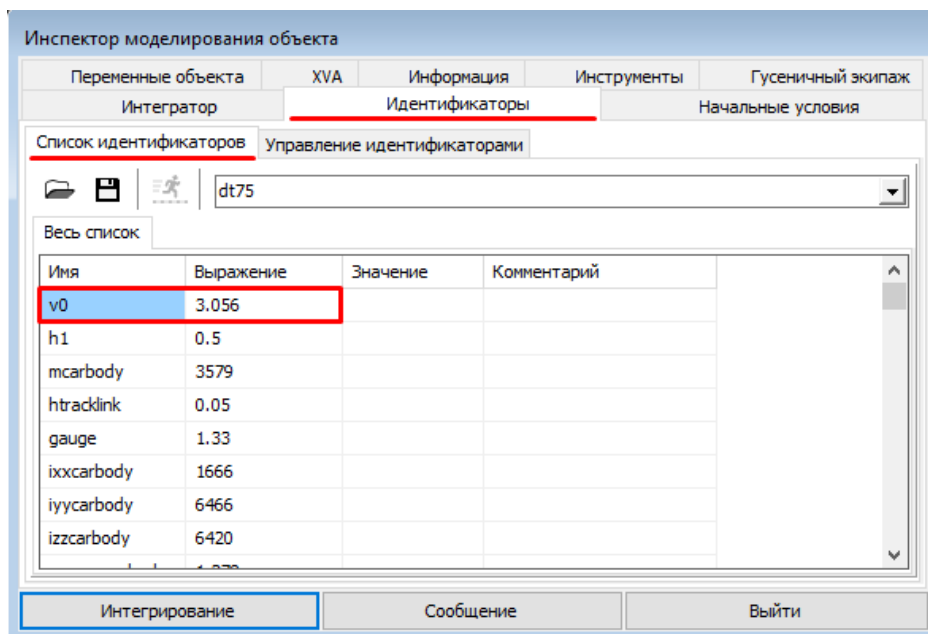
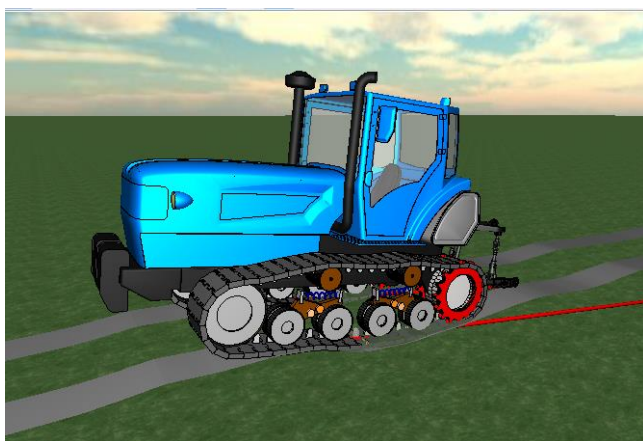
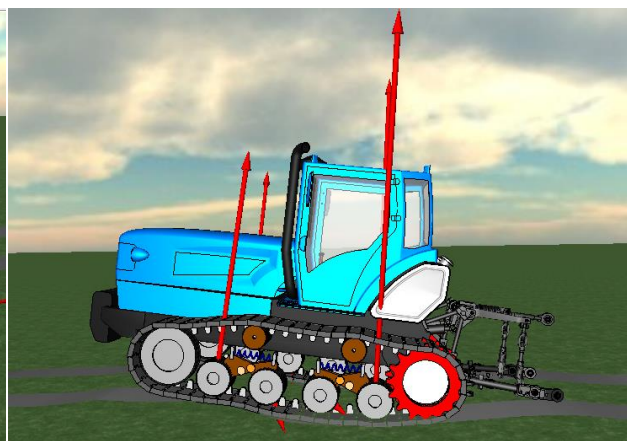

Рис. 10. Параметризация продольной скорости трактора
Рис. 16. Динамические нагрузки в шарнире между смежными звеньями при $t=4,91$ с
Рис. 17. Нормальные силы в опорных катках при $t=4,91$ с
2. В окне **Инспектора моделирования объекта** перейдите на вкладку **Идентификаторы | Список идентификаторов** (рис. 10). Здесь отображаются все параметры модели. Все величины заданы в системе СИ. Например, идентификатором **v0** задана продольная скорость трактора, равная **11 км/ч** (или **3,056 м/с**), см. рис. 10.
Теперь перейдем к процессу моделирования. В окне **Инспектора моделирования объекта** нажмите кнопку **Интегрирование**, см. рис. 10. После этого начнётся процесс моделирования. В анимационных окнах отобразятся выведенные вектора (рис. 16, рис. 17). Тест настроен так, что за все время моделирования гусеничные движители сделают четыре полных оборота. При первом обороте гусеничных движителей будут присутствовать переходные процессы, которые искажают картину динамических характеристик. Это будет ярко выражено в анимационных окнах при начале моделирования – будут наблюдаться колебания гусениц. Поэтому в графических окнах первый оборот отображаться не будет.